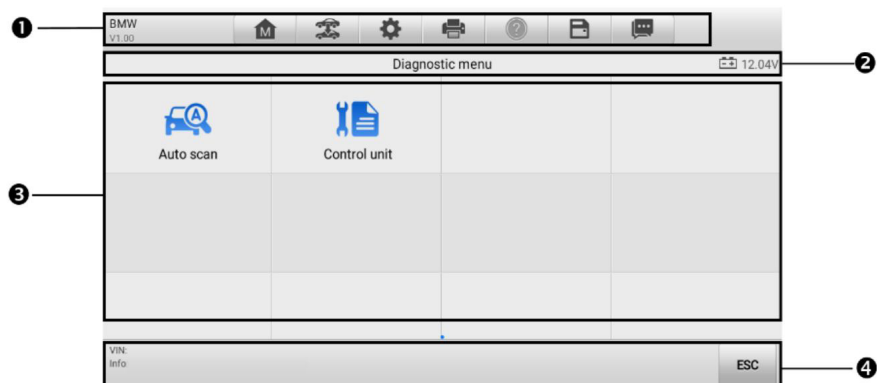

図 4-4 診断メニュー画面
3. [自動検出] を選択します。タブレットは車両の ECU で VIN スキャンを開始します。テスト車両が正常に識別されると、システムは車両の診断メニュー画面に誘導します。図 4-4 診断メニュー画面を参照してください。